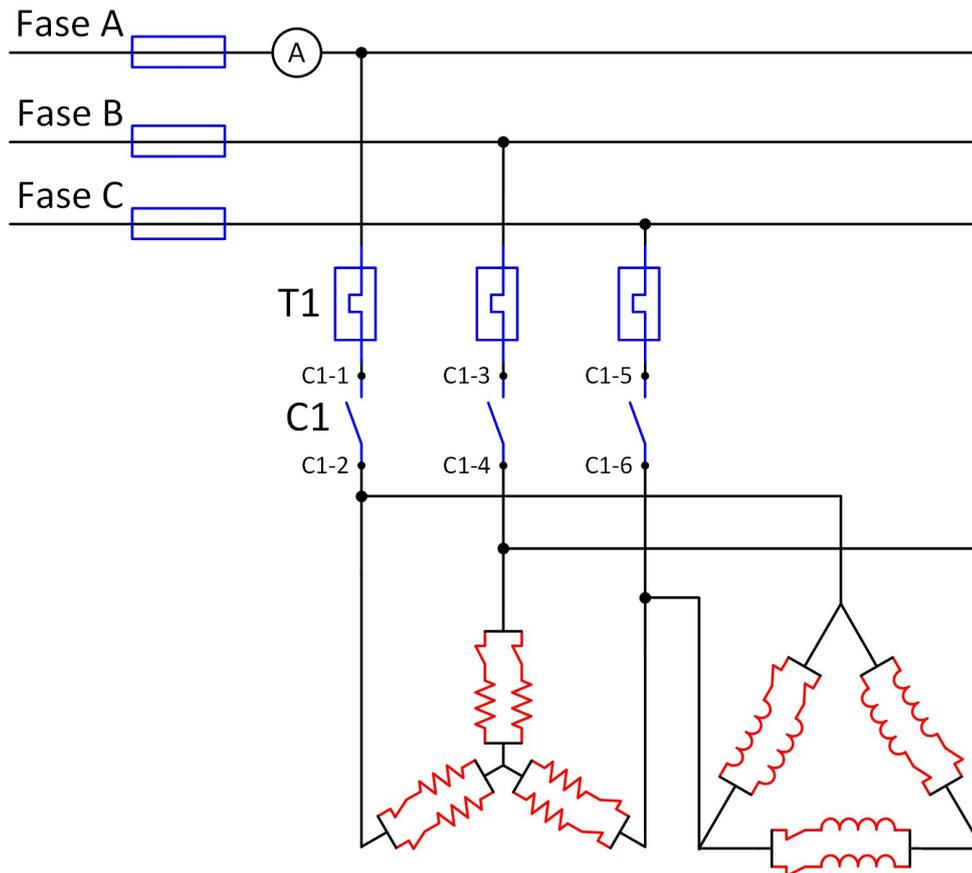
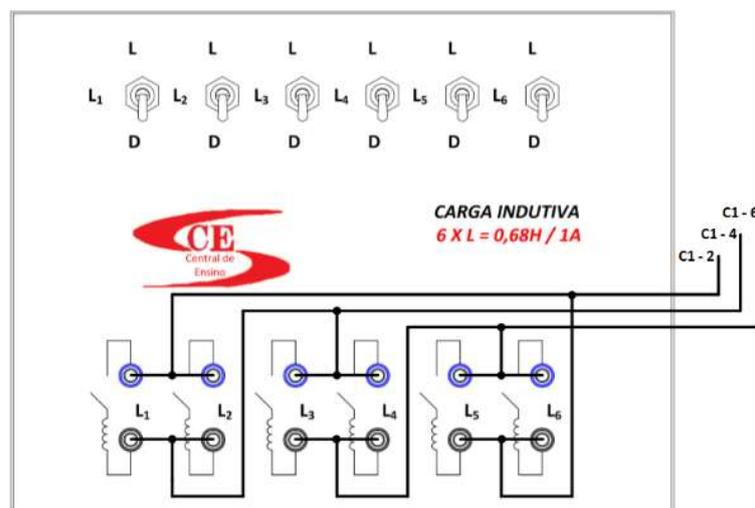

Figura 15 – Circuito de potência modificado para similar sobrecarga.
Figura 16 – Ligação Δ -paralelo dos elementos da carga indutiva.
Passo 3) Simule uma sobrecarga, ligando a caixa de indutâncias em paralelo com a caixa de resistências, conforme o circuito de potência modificado da Figura 15. Faça a ligação Δ -paralelo, descrita na Figura 16, com os elementos da carga indutiva. Efetue o comando de acionamento.